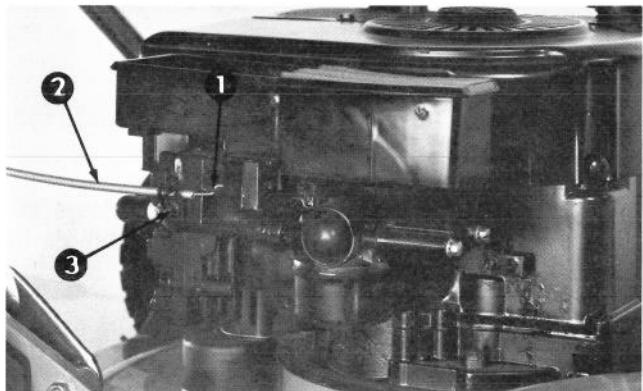

Figure 29
4. Déplacez le bras de commande du carburateur vers la gauche jusqu'à ce qu'il vienne en contact avec le support de connexion à la masse (Fig. 29). Tirez le câble de commande des gaz légèrement pour enlever tout le jeu, et serrez la vis du serre-câble pour bloquer l'ajustement.